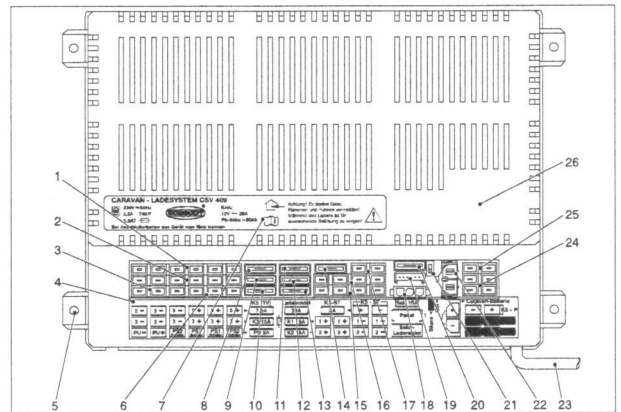

Fig. 2 Vue de devant du système de charge pour caravane CSV 409 A
- S'assurer que le commutateur de sélection de la batterie (fig. 2, pos. 21) se trouve dans la bonne position, selon la batterie utilisée.
► Placer le commutateur de sélection de la batterie (fig. 2, pos. 21) dans la bonne position à l'aide d'un outil fin (par ex. la mine d'un stylo bille) :